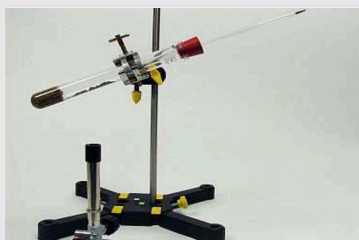

Abbildung 9
1. Erwärme mit kleiner Flamme das Zinkpulver, erhitze dann ca. 1 Minute kräftig (Abb. 9).